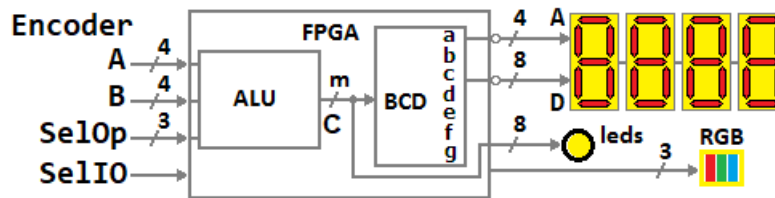

Figura 3.1. Diagrama a bloques de la ALU y su conexión.
1. Implementar una unidad aritmético-lógica **ALU**, usando diseño de alto nivel, que realice las operaciones aritméticas **A+B**, **A-B**, **AxB**, **A/B** y las operaciones lógicas **not A**, **A and B**, **A or B**, **A xor B**, siendo las entradas A y B de por lo menos 4 bits, con salida aritmética “C” de 4 a 8 bits, empleando un selector “**sel**” de la operación de 3 bits de acuerdo a la tabla 3.1 y la figura 3.1 (repetidas abajo). Por lo menos una de las entradas es un encoder mecánico rotatorio. Un led bicolor o **RGB** en **Rojo** indica una operación aritmética y en **Azul** una operación lógica. El lenguaje en el que se implementa lo define el profesor. Reportar los códigos comentados, simulaciones, fotos del funcionamiento con texto explicativo de lo que sucede.